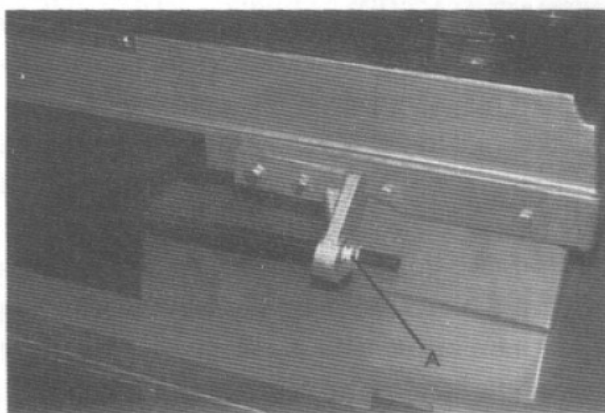

Рис. 11
Давление резания рычага пилы устанавливается на заводе-изготовителе и не требует дальнейшей регулировки. Если когда-либо все-таки потребуется какая-либо регулировка, то опустите рычаг пилы в горизонтальное положение, ослабьте контргайку (A) Рис.11, для увеличения или уменьшения давления.